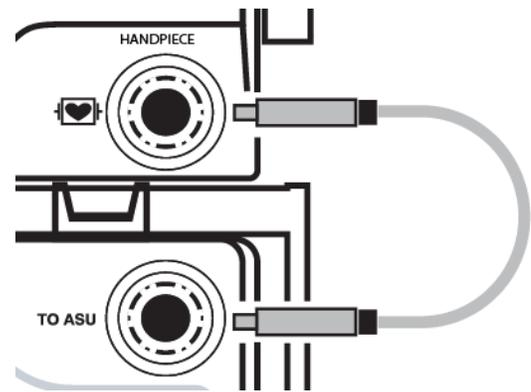

Figura 6: Connessione del cavo di interfaccia RF (pannelli anteriori ASU/ASB)
5. Collegare entrambi i connettori alle prese dei manipoli sui pannelli anteriori dell'ASU e dell'ASB fino a quando non si sente un clic; i connettori sono contrassegnati per il corretto allineamento (fare riferimento alla **Figura 6**).